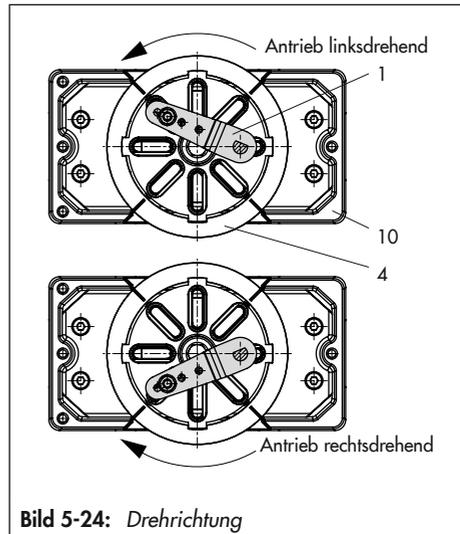

Bild 5-24: Drehrichtung
6. Am Hebel M (1) des Stellungsreglers den Standard-Abtaststift (2) herausschrauben. Den Abtaststift ($\varnothing 5$ mm) aus dem Anbausatz an Stiftposition 90° verschrauben.
7. Ggf. Manometerhalter (7) mit Manometern oder bei erforderlichen Anschlussgewinde G $\frac{1}{4}$ die Anschlussplatte (6) montieren, auf richtigen Sitz der beiden Dichtringe (6.1) achten. Bei doppelwirkenden federlosen Schwenkantrieben wird ein Umkehrverstärker für den Anbau am Antrieb benötigt, vgl. Kap. 5.6.7.
8. Stellungsregler auf das Gehäuse (10) setzen und festschrauben. Dabei den Hebel (1) so ausrichten, dass er unter Berücksichtigung der Drehrichtung des Antriebs mit seinem Abtaststift in den entsprechenden Schlitz eingreift (Bild 5-24).